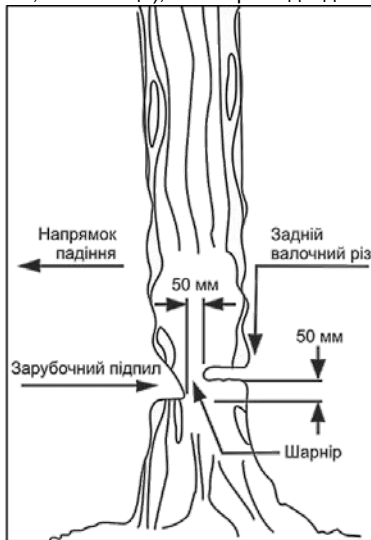

Рисунок 4
4.3.2 Зарубочний підпил (дивіться рисунок 4)
4.3.3 Задній валочний різ (дивіться рисунок 4)